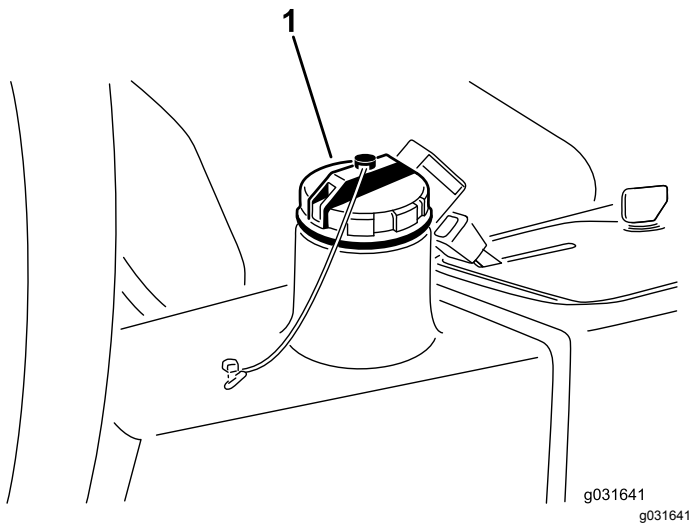

Figure 62
2. Nettoyez la surface autour du goulot de remplissage et du bouchon du réservoir hydraulique. (Figure 62)
3. Remettez le bouchon du réservoir hydraulique (Figure 62).